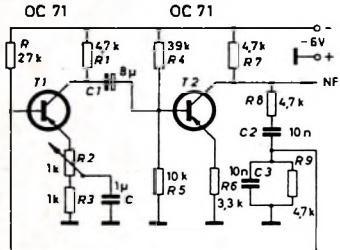

Bild 32.
**103** Wenn Transistor-RC-Tongeneratoren sicher schwingen sollen, verwendet man zweckmäßigerweise zwei Transistoren. Bild 32 zeigt eine erprobte Schaltung, die sich ebenfalls mit wenigen Mitteln aufbauen lässt.  $R_1$  und  $R_7$  sind die Collector-Arbeitswiderstände, in den Emitterkreisen liegen die Schutzwiderstände  $R_2$ ,  $R_3$  beziehungsweise  $R_6$ . Diese Widerstände bewirken eine erhebliche Gegenkopplung, so daß man eine NF-Spannung mit kleinem Klirrfaktor erhält. Wie man sieht, ist  $T_1$  über  $C_1$  mit der Basis von  $T_2$  gekoppelt. An den Collectorwiderstand  $R_7$  von  $T_2$  ist ein Netzwerk aus Widerständen und Kondensatoren angeschlossen
( $R_8$ ,  $C_2$ ,  $C_3$ ,  $R_9$ ), durch das sich für eine bestimmte Frequenz die erforderliche Rückkopplung ergibt. Die an  $R_9$  abfallende Spannung wird direkt auf die Basis von  $T_1$  zurückübertragen, und dadurch ist die Schwingfähigkeit der Schaltung gegeben. Man erhält mit der im Bild 32 angegebenen Dimensionierung einen ziemlich hohen Ton von einigen Kilohertz. Die Tonfrequenz läßt sich beispielsweise am Collector des zweiten Transistors ausschütteln. Die Frequenz wird vor allem durch  $R_8$ ,  $C_2$  und  $R_9$  bestimmt, denn nur bei dieser Frequenz liefert das Netzwerk eine Rückkopplungsspannung mit der richtigen Phasenlage. Mit dem Regelwiderstand  $R_2$ , dessen Schleifer über  $C$  an Masse führt, kann man die Verzerrungen auf ein Minimum bringen. Wie man sieht, ist in dieser Schaltung überhaupt kein Schwingkreis vorhanden.